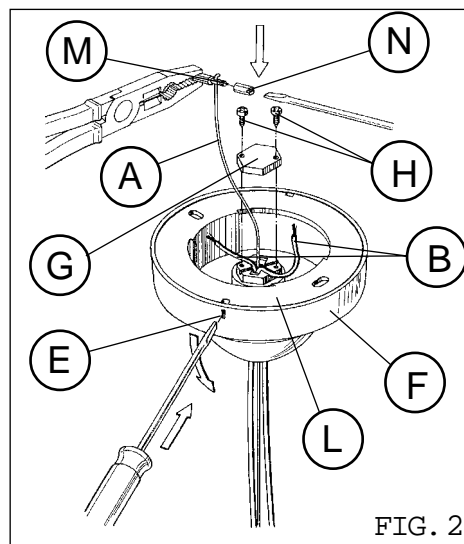

FIG. 2
Fig. 2 Utilizzando un cacciavite a taglio sulla asola (E) e sganciare il rosone (F). Rimuovere la piastrina (G) svitando le due viti (H). Inserire i cavi di alimentazione (B) ed il cavo di acciaio (A) all'interno del supporto (L) sottostante. Inserire il cavo di acciaio (A) nell'elemento (M) e, agendo con una pinza, piegare l'estremità che ne fuoriesce. Serrare l'elemento (M) con l'apposito dado (N) e posizionatelo nella sede apposta.
- Fig.2 Using a screwdriver, operate on the slot (E) and release the rose (F). Remove the plaque (G) by loosening the two screws (H). Introduce the supply cables (B) and the steel cable (A) into the support (L) through the hole underneath. Introduce the steel cable (A) through the plaque (B). Secure the plaque (G) by means of the two screws (H) blocking the two supply cables (B) into their appropriate seats.
- Fig.2 A l'aide d'un tournevis à lame, faire pression sur l'ouverture (E) et décrocher la rosace (F). Retirer la plaquette (G) en dévissant les deux vis (H). Introduire les câbles d'alimentation (B) et le câble d'acier (A) à l'intérieur du support (L) à travers le trou placé au-dessous. Introduire le câble d'acier (A) à travers la plaquette (G). Fixer la plaquette (G) à l'aide des deux vis (H) en bloquant les deux câbles d'alimentation (B) dans les logements prévus à cet effet.
- Abb. 2 Rose (F) durch einen Schlitzschraubendreher an der Öse (E) abhaken. Platte (G) durch Abdrehen der Schrauben (H) abnehmen. Strom - (B) und Stahlkabel (A) über die untenliegende Bohrung in die Halterung (L) einführen. Das Stahlkabel (A) durch Platte (G) einziehen, die Platte (G) mit den zwei Schrauben (H) wieder anbringen und hierbei die Stromkabel (B) vorschriftsmäßig einspannen
- Fig. 2 Introducir un destornillador plano en la ranura (E) y desenganchar la roseta (F). Quitar la plaqueta (G), aflojando los dos tornillos (H). Introducir los cables de alimentación (B) y el cabo de acero (A) en el soporte (L), a través del orificio inferior. Pasar el cabo de acero (A) a través de la plaqueta (G). Fijar la plaqueta (G) con los dos tornillos (H) y bloquear los dos cables de alimentación (B) en sus alojamientos.